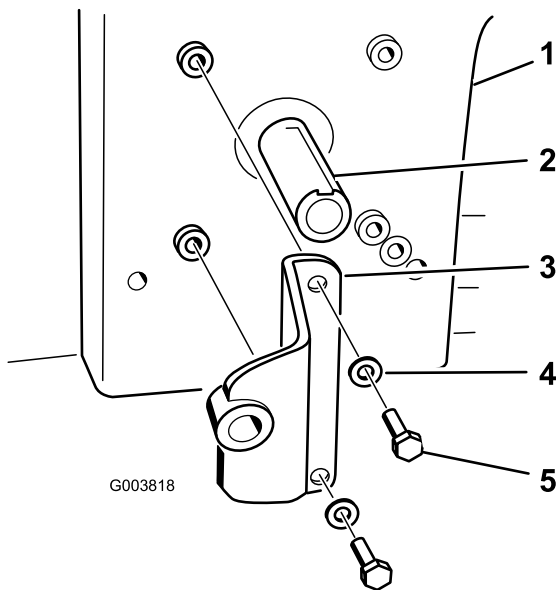

Figura 19
4. Montate la staffa della pompa sul motore con 2 bulloni (5/16" x 3/4") e 2 rondelle (3/8"). Fate riferimento alla Figura 19 per conoscere la posizione corretta in cui montare la staffa della pompa.